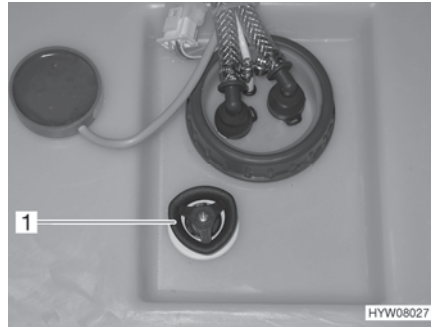

Bild 130 Vattentank med ratt
- Vrid ratten (Bild 130,1) på vattentanken moturs mot motståndet till stoppläget för att öppna utloppsöppningen helt.